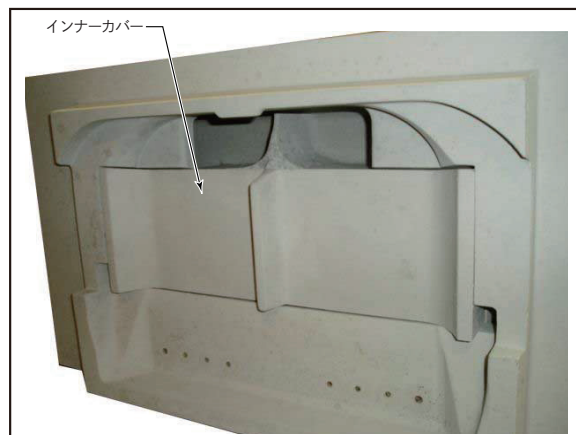

図 11 インナーカバーの取り外し
2. インナーカバーは、まっすぐ引き出して外します。（図 11）